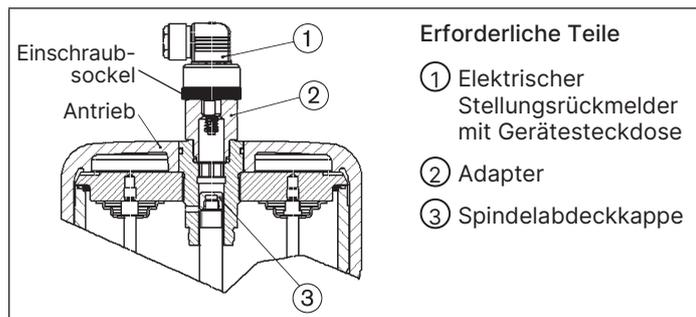

Abb. 13: Antriebsgröße 175, 225 (Ø in mm) mit elektrischem Stellungsrückmelder
- Adapter (2) anstelle der Klarsichthaube auf den Antrieb schrauben (siehe „Abb. 13“).
- Elektrischen Stellungsrückmelder (1) in den Adapter (2) schrauben, dabei den Hinweis in Kapitel „11“ beachten.